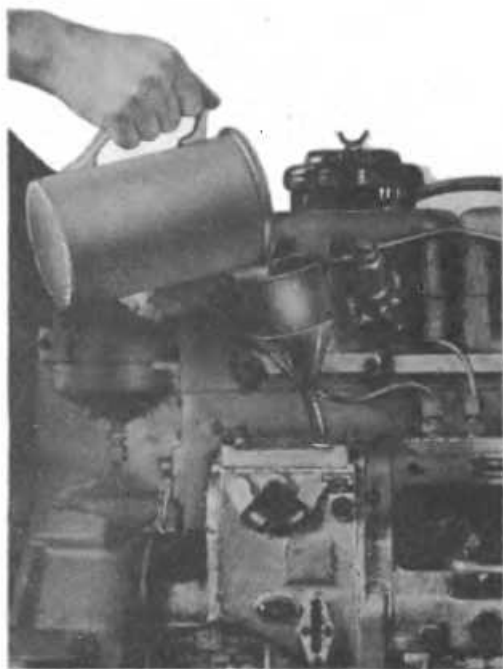

Рис. 98. Заливка масла в регулятор скорости
4. Проверьте наличие масла в корпусе регулятора скорости (дизель 4ч 8,5/11), а в случае необходимости, долейте до верхней метки маслоуказателя (рис. 98).